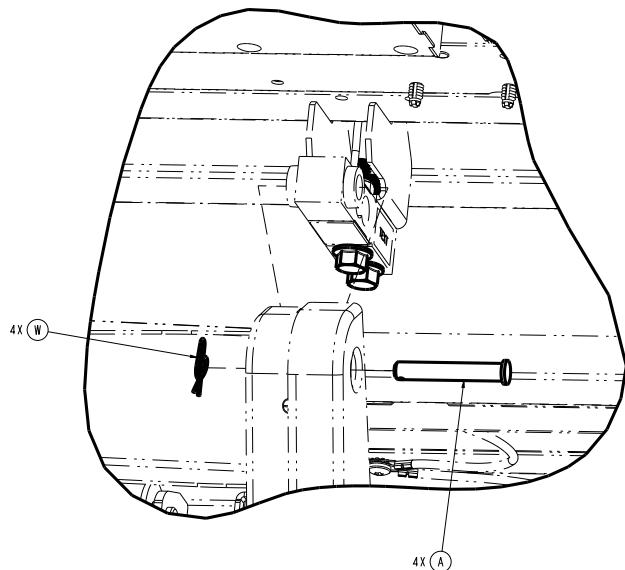

Figure 49 – Remplacement de la cellule de pesage
8. À l'aide d'une pince à becs fins, retirer la goupille bête (W) de l'axe à épaulement (A) qui fixe la cellule de pesage au mécanisme d'élévateur (Figure 49). Conserver la goupille bête et l'axe à épaulement.
10. À l'aide d'une pince à becs fins, retirer la goupille bête (W) de l'axe à épaulement (A) qui fixe la cellule de pesage au mécanisme d'élévateur (Figure 49). Conserver la goupille bête et l'axe à épaulement.